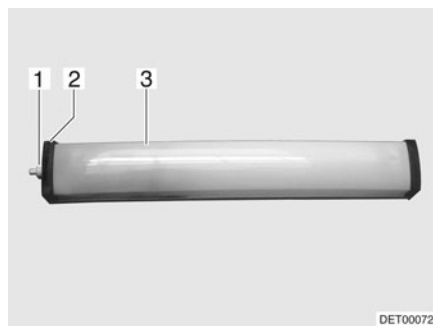

Fig. 231 Lampe de cellule
- Dévisser le cache (Fig. 231,1).
- Retirer le couvercle (Fig. 231,2).
- Enfoncer légèrement le couvercle de la lampe (Fig. 231,3) et le retirer.